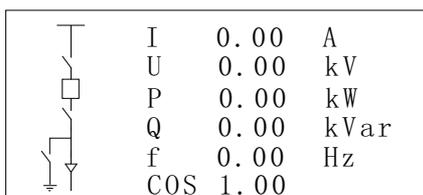

图 7-1 显示刀闸位置主信息图
7.2.1 装置上电后,显示装置型号及公司名称,5s后退出;转入显示装置“主信息图”,“主信息图”可以在设置参数菜单中选择显示普通刀闸、手车位置、只显示断路器或者不显示(具体设置请参阅 7.2.8 节“设置”)。如下图 7-1 所示:
在图 7-1 (主信息图) 状态下按“确认”键进入主菜单。如图 7-2~7-4 示: